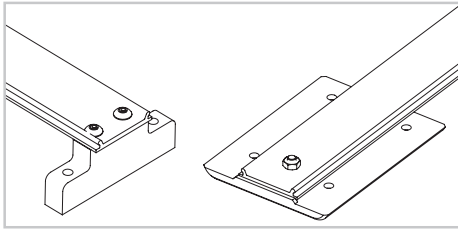

Abb. 5
- 4) Entfernen Sie die Schrauben und Muttern, an beiden Enden des Abdeckbandes (Abb. 5).